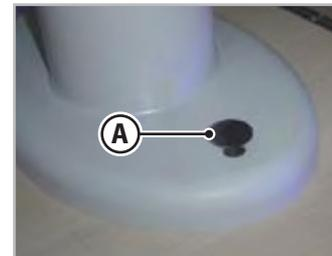

Fig.6.21 - Pied télescopique
1. Appuyer avec le pied sur le bouton (A - Fig.6.21) situé à la base de la table.